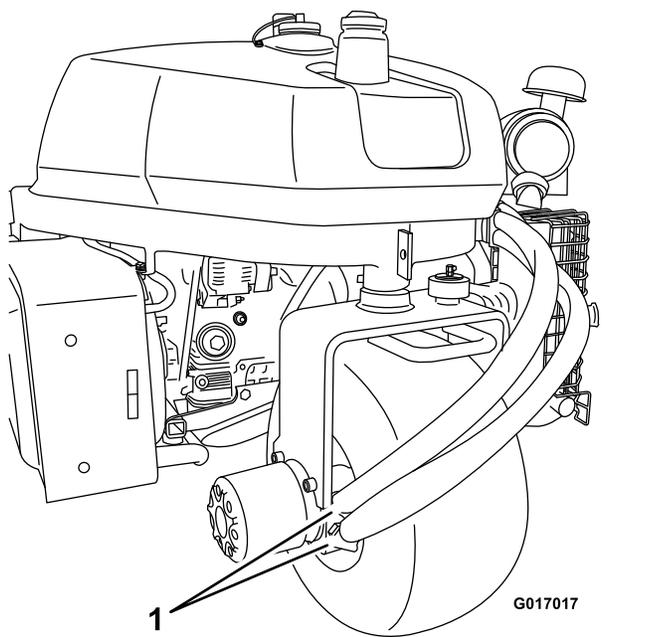

Рисунок 8
**Примечание:** Установите концы нижних шлангов горизонтально (Рисунок 8).